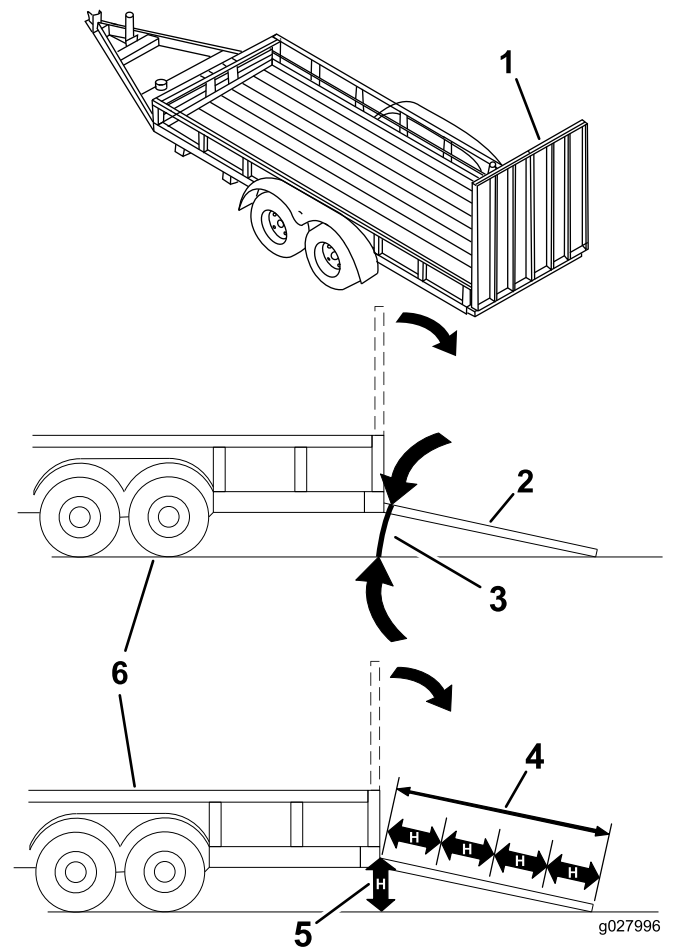

Figura 33
Încărcarea unei maini pe o remorcă sau un camion crete riscul de răsturnare i poate cauza răniri grave sau moartea (Figura 33).
3. Coborâi rampa, asigurându-vă că unghiul dintre rampă i sol nu depăete 15 grade (Figura 33).
1. Coborâi rampa, asigurându-vă că unghiul dintre rampă i sol nu depăete 15 grade (Figura 33).